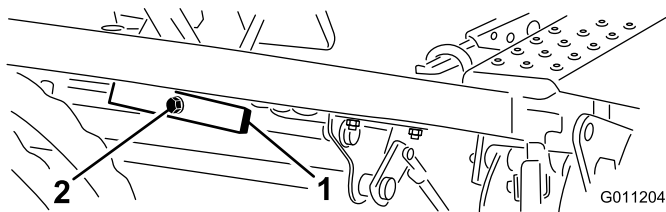

Figure 43
1. Desserrez l'écrou à l'arrière du pivot de relevage (Figure 43).
2. Tournez la vis excentrée (Figure 43) pour monter ou abaisser le ressort du pivot de relevage, et mettre les pédales de tonte et de relevage de niveau.